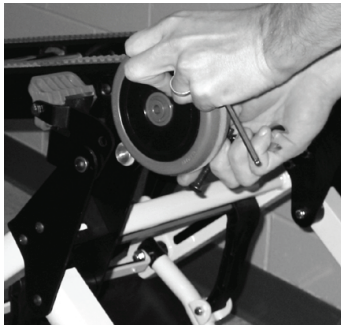

Figure 6 – Retirer l'ensemble de roue
3. À l'aide d'une clé de 1/2 po et d'une clé hexagonale de 3/16 po, retirer la vis d'assemblage à tête ronde, l'écrou, les entretoises et la roue du cadre du même côté que les pièces retirées à l'étape 1 (Figure 6).